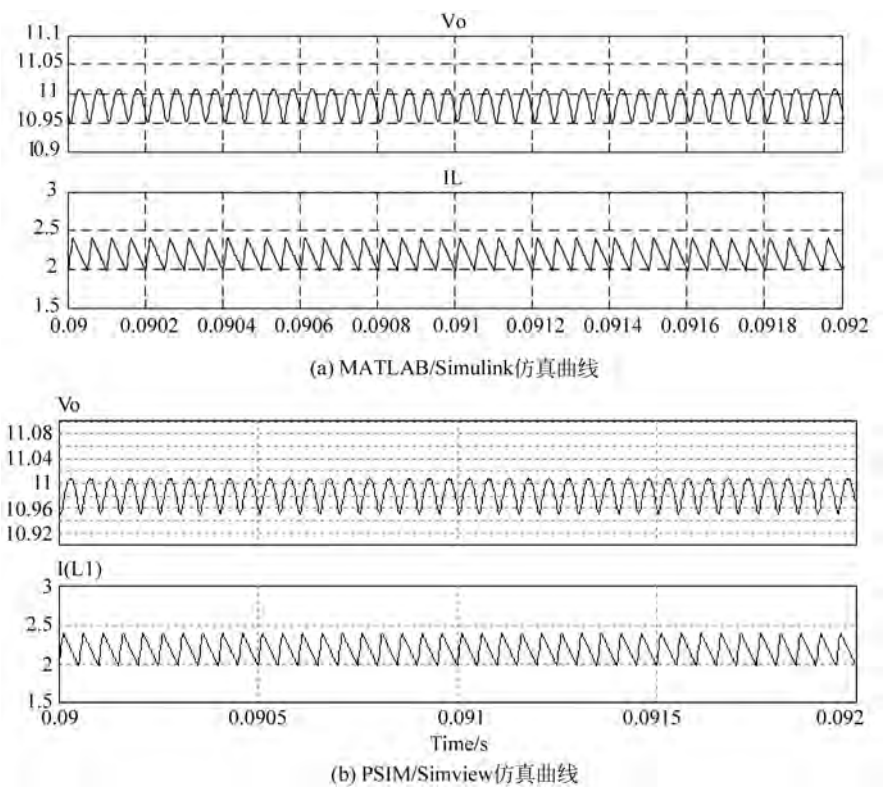
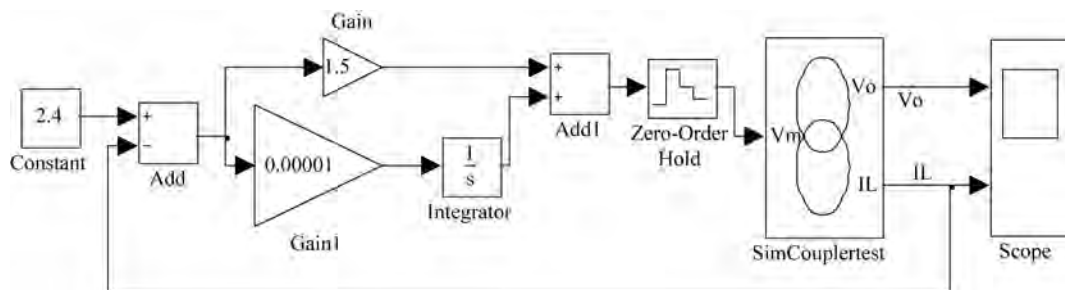

图 3-71 仿真波形
图 3-73 添加零阶保持器的仿真模型
(8) 完成上述步骤后启动 Simulink 仿真。仿真结束后,在 MATLAB/Simulink 查看的参量数据波形如图 3-71(a)所示,同时,自动启动 PSIM 的 Simview 波形如图 3-71(b)所示。从两者波形可知,仿真波形一致。
为了获得正确的结果,必须在 SimCoupler 模型块的输入端放置零阶保持器,且该零阶保持器的采样时间必须与 PSIM 时间步长相同或接近,加入零阶保持器的采样时间设置为 $2e-6$,新的 MATLAB/Simulink 模型如图 3-73 所示,仿真结果与图 3-71 完全一致。